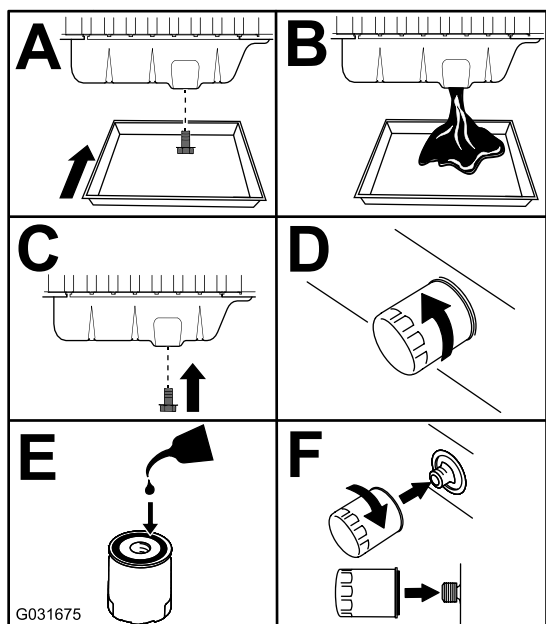

Figura 54
3. Cambie el aceite del motor y el filtro (Figura 54).